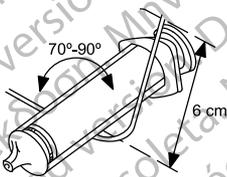

Abbildung 4. Biegen des Mandrins
2. Wählen Sie einen Mandrin nach der Funktion und der bevorzugten Festigkeit. Falls gewünscht, können Sie den Mandrin mit einem sterilen Instrument mit glatter Oberfläche (z. B. einem 10-ml- oder 12-ml-Spritzenkolben) vorsichtig formen (Abbildung 4 Biegen des Mandrins auf Seite 20). Bei einer leichten Krümmung ist die Wahrscheinlichkeit, dass sich der Mandrin während des Gebrauchs streckt, geringer als bei einem scharfen Knick.